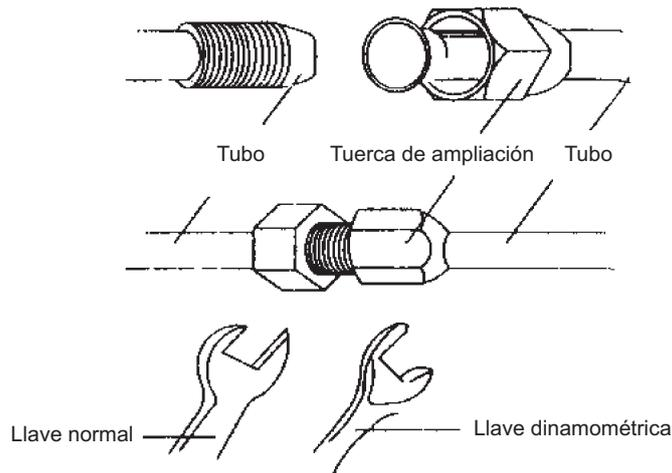

Fig. 6
1. Consultar en la Fig. 6 el binario de ajuste de los tornillos.